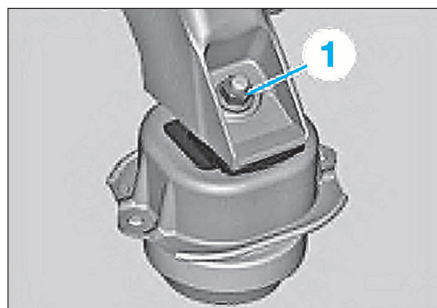

FIG. 10
- fixer des chaînes appropriées à l'outil 11 0 020 et les attacher aux deux anneaux de levage (2) du moteur
- déposer les écrous (1) des supports moteur (Fig.10)